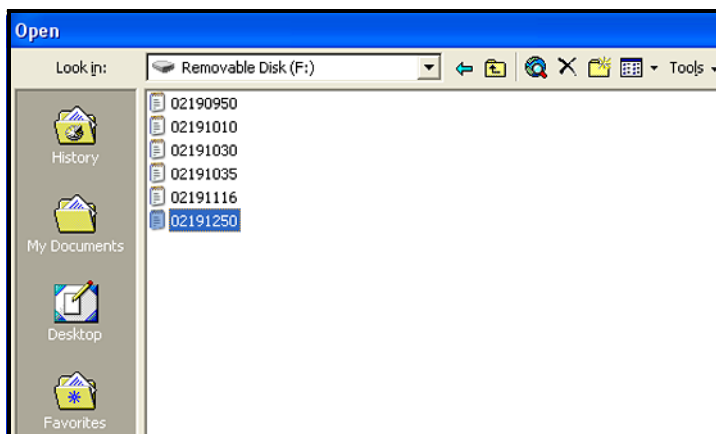

Figure 59: Sélection de l'enregistrement à ouvrir
5. Cliquez sur le nom de l'enregistrement souhaité (voir *Figure 59* ci-dessous).